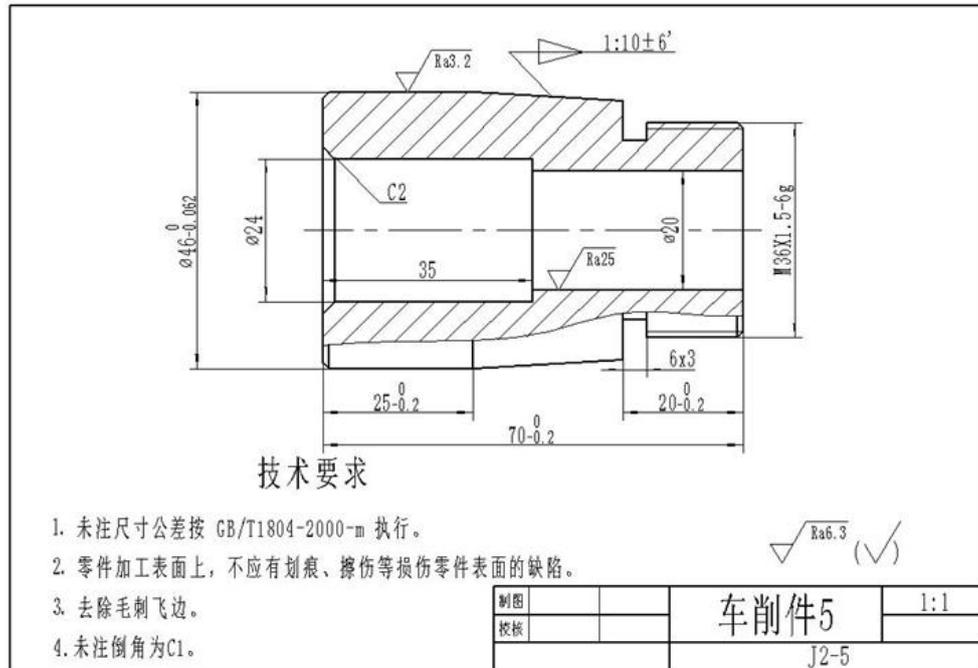

图2.5 车削件 5
(1) 任务描述：试在 CA6140 车床上加工如图 2.5 工件，所提供的工件毛坯规格： $\Phi 50\text{mm} \times 75\text{mm}$  棒料，45 钢。生产批量为中批量。最终结构要素的加工形状、公差要求以及表面质量等以图纸标注为准。